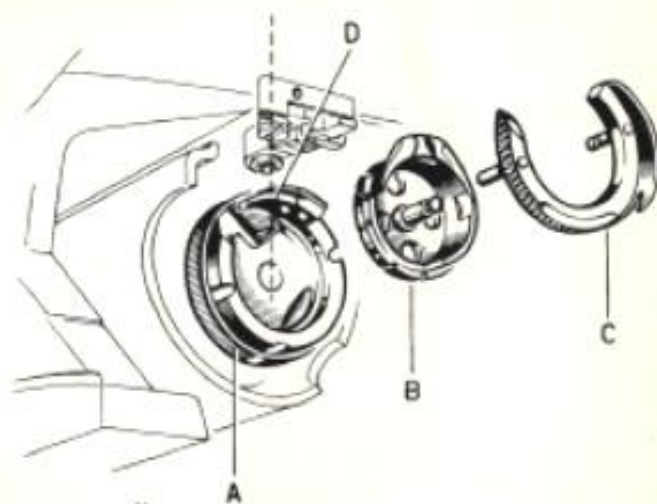

Fig. 17
- e) Remove the retaining ring « C » and the bobbin case holder « B » (Fig. 17).
- a) Check that the point of the hook « D » is in the position shown in Fig. 17;